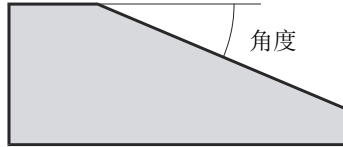

图 4-6 楔块角度
- a) 选择**楔块角度**，然后输入楔块的角度（参见第 87 页的图 4-6）。